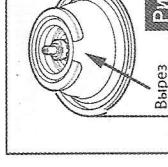

Рис. 5
- Откройте боковую крышку, вставьте одноразовый газовый баллон в разъем, чтобы защёлка фиксации совпала с вырезом на баллоне (Рис. 5 и 6).
- Откройте боковую крышку, вставьте бытовой баллон в разъем, чтобы защёлка фиксации совпала с вырезом на баллоне (Рис. 5 и 6).